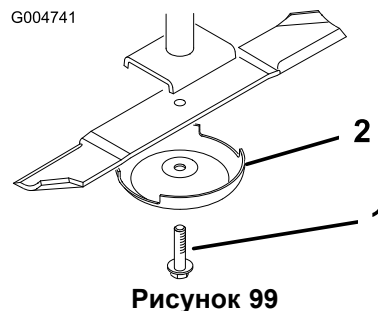

Рисунок 99
2. Возьмитесь за конец ножа рукой в перчатке на толстой подкладке или через слой ветоши. Снимите болт ножа, защитный колпак и нож со шпинделя (Рисунок 99).